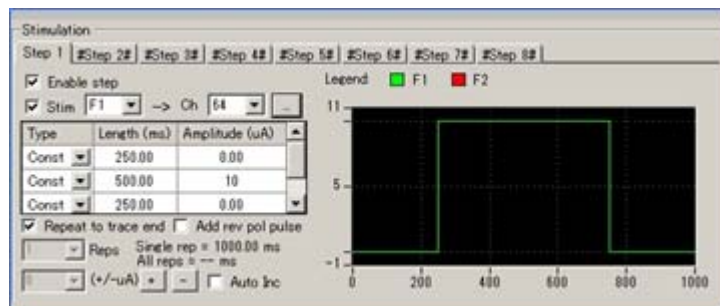

図 4. LED の光の中心を合わせる際に設定する刺激出力パターン。光刺激入力電圧 0.4 V で 1 秒 周期に点滅。
- 3) Mobius の刺激出力を図 4 に倣って設定し、本機で LED の色を選択します。